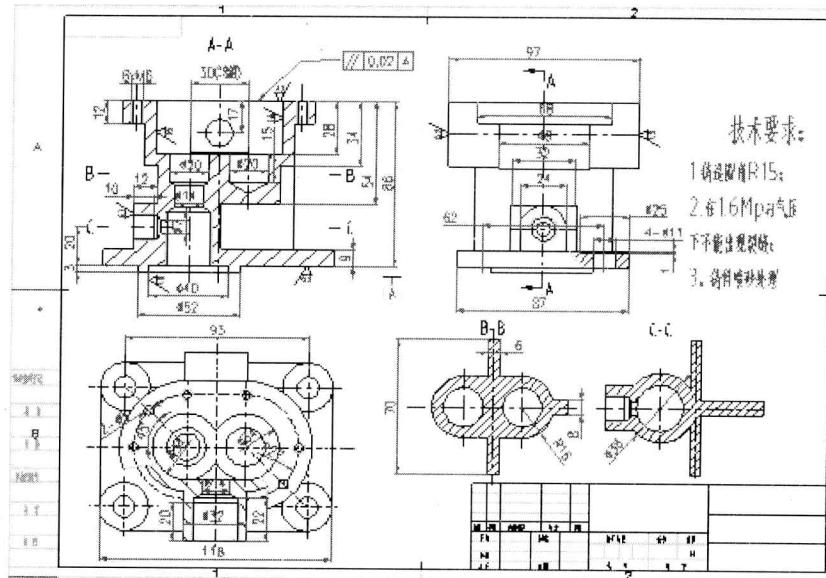
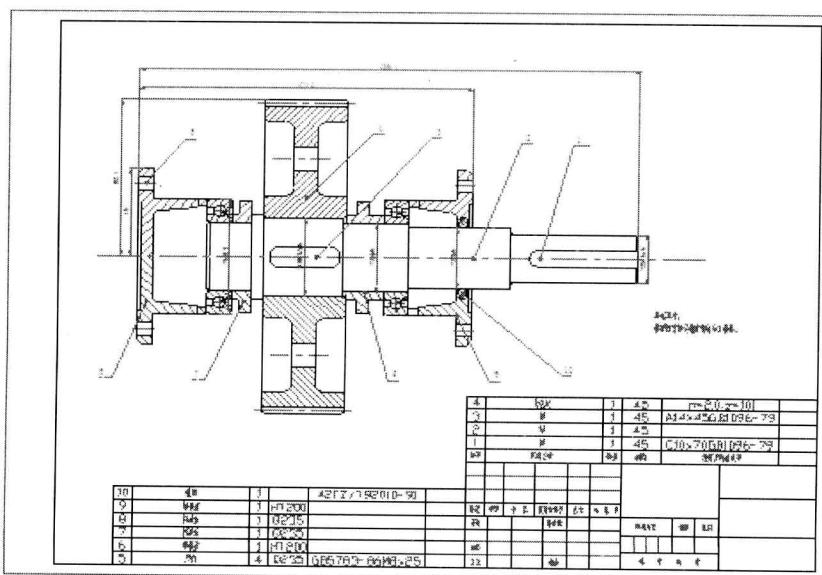

图1-3 缸体零件图的标注
图1-4 传动轴装配图的标注
(1) 尺寸标注。尺寸标注的种类和要求比较多，应根据具体情况完成。在零件图中，一般要求进行详细的标注，包括倒角、角度、长度等，以保证生产加工零件的精确度。装配图中则只需要标注主要尺寸。
(2) 标注粗糙度和基准面。只要求对零件图进行此类标注，装配图中则不需要。
(3) 零件序号。零件序号只需要在装配图中标出，主要是为了在零件明细表中说明对应的零件。图1-3所示为缸体零件图的标注，图1-4所示为传动轴装配图的标注。